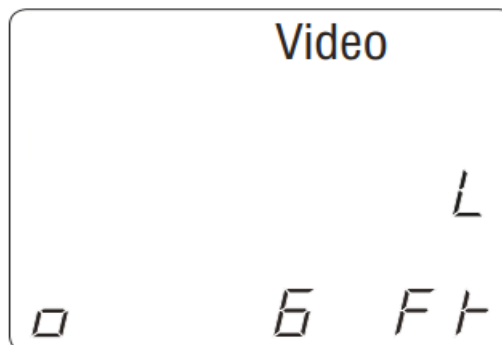

Рисунок 13. Режим измерения длины кабеля.
3. Чтобы войти в режим измерения длины, нажмите кнопку измерения длины/включения тонального генератора. На экране дисплея появятся следующие иконки (смотрите рисунок 13).